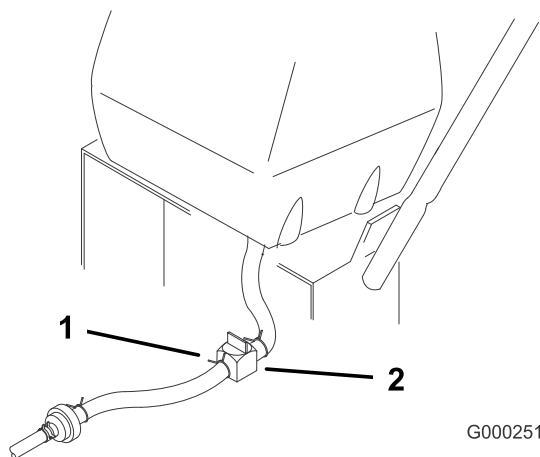

Figure 36
2. Fermez le robinet d'arrivée de carburant sur le réservoir (Figure 36).
3. Pincez les extrémités du collier de fixation et poussez le collier en haut de la conduite d'alimentation, à l'opposé du filtre à carburant (Figure 36).
4. Débranchez la conduite d'alimentation du filtre à carburant (Figure 36). Ouvrez le robinet d'arrivée de carburant et laissez l'essence s'écouler dans un bidon ou un bac de vidange.
3. Fermez le robinet d'arrivée de carburant sur le réservoir (Figure 36).
7. Ouvrez le robinet d'arrivée de carburant sur le réservoir (Figure 36).